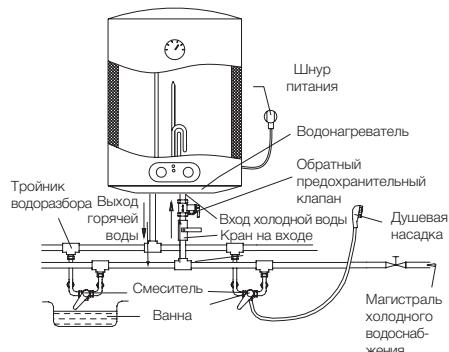

Рис. 4
4. Если необходимо реализовать многокамерную систему водоснабжения, используйте способ соединения (см. рис. 4).